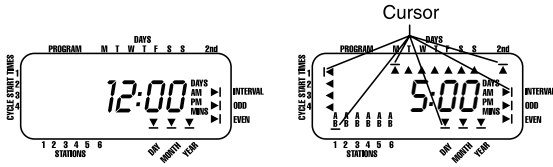

ABBILDUNG 3: LCD-Anzeige mit möglichen Angaben
- Den Drehschalter auf ZEIT/DATUM stellen. [Siehe Abbildung 3.]
- Ein blinkender Cursor erscheint unter dem Pfeil für Jahr, Monat und Datum während der Programmierung [siehe Abb. 3].